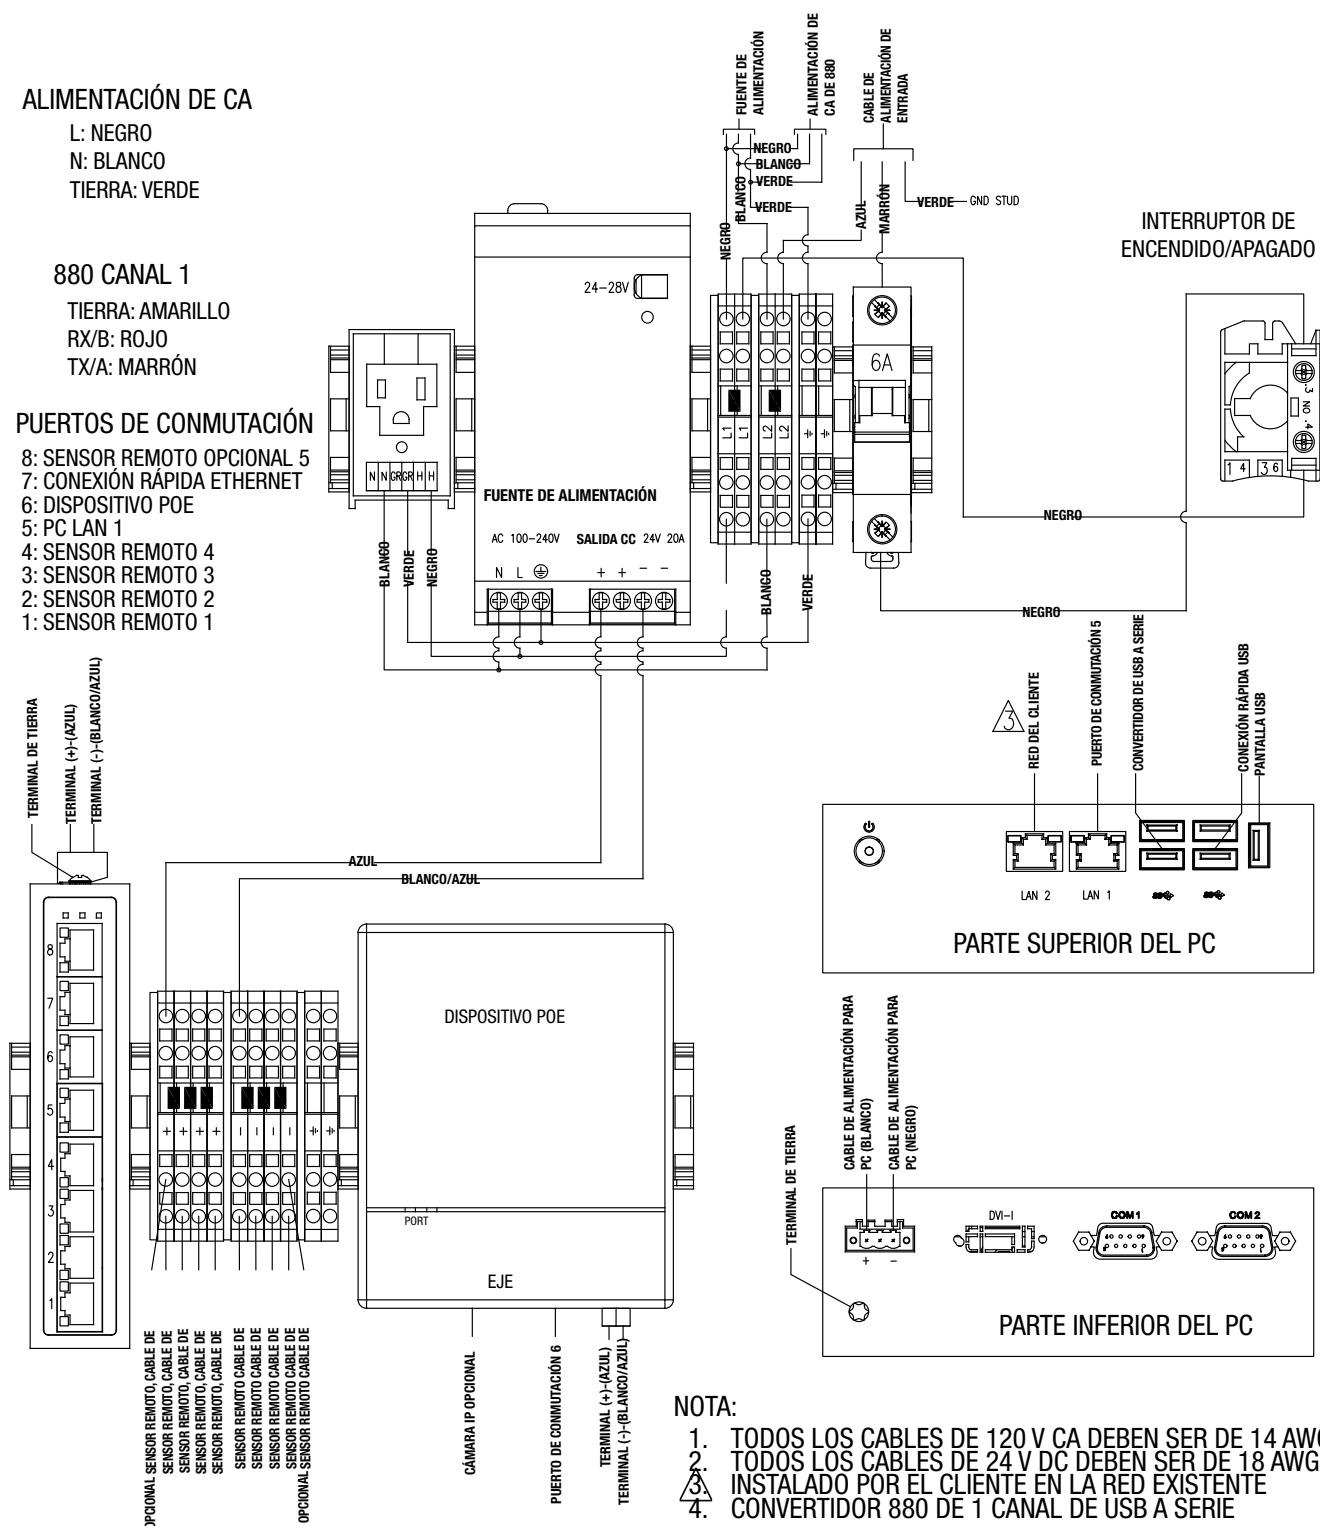
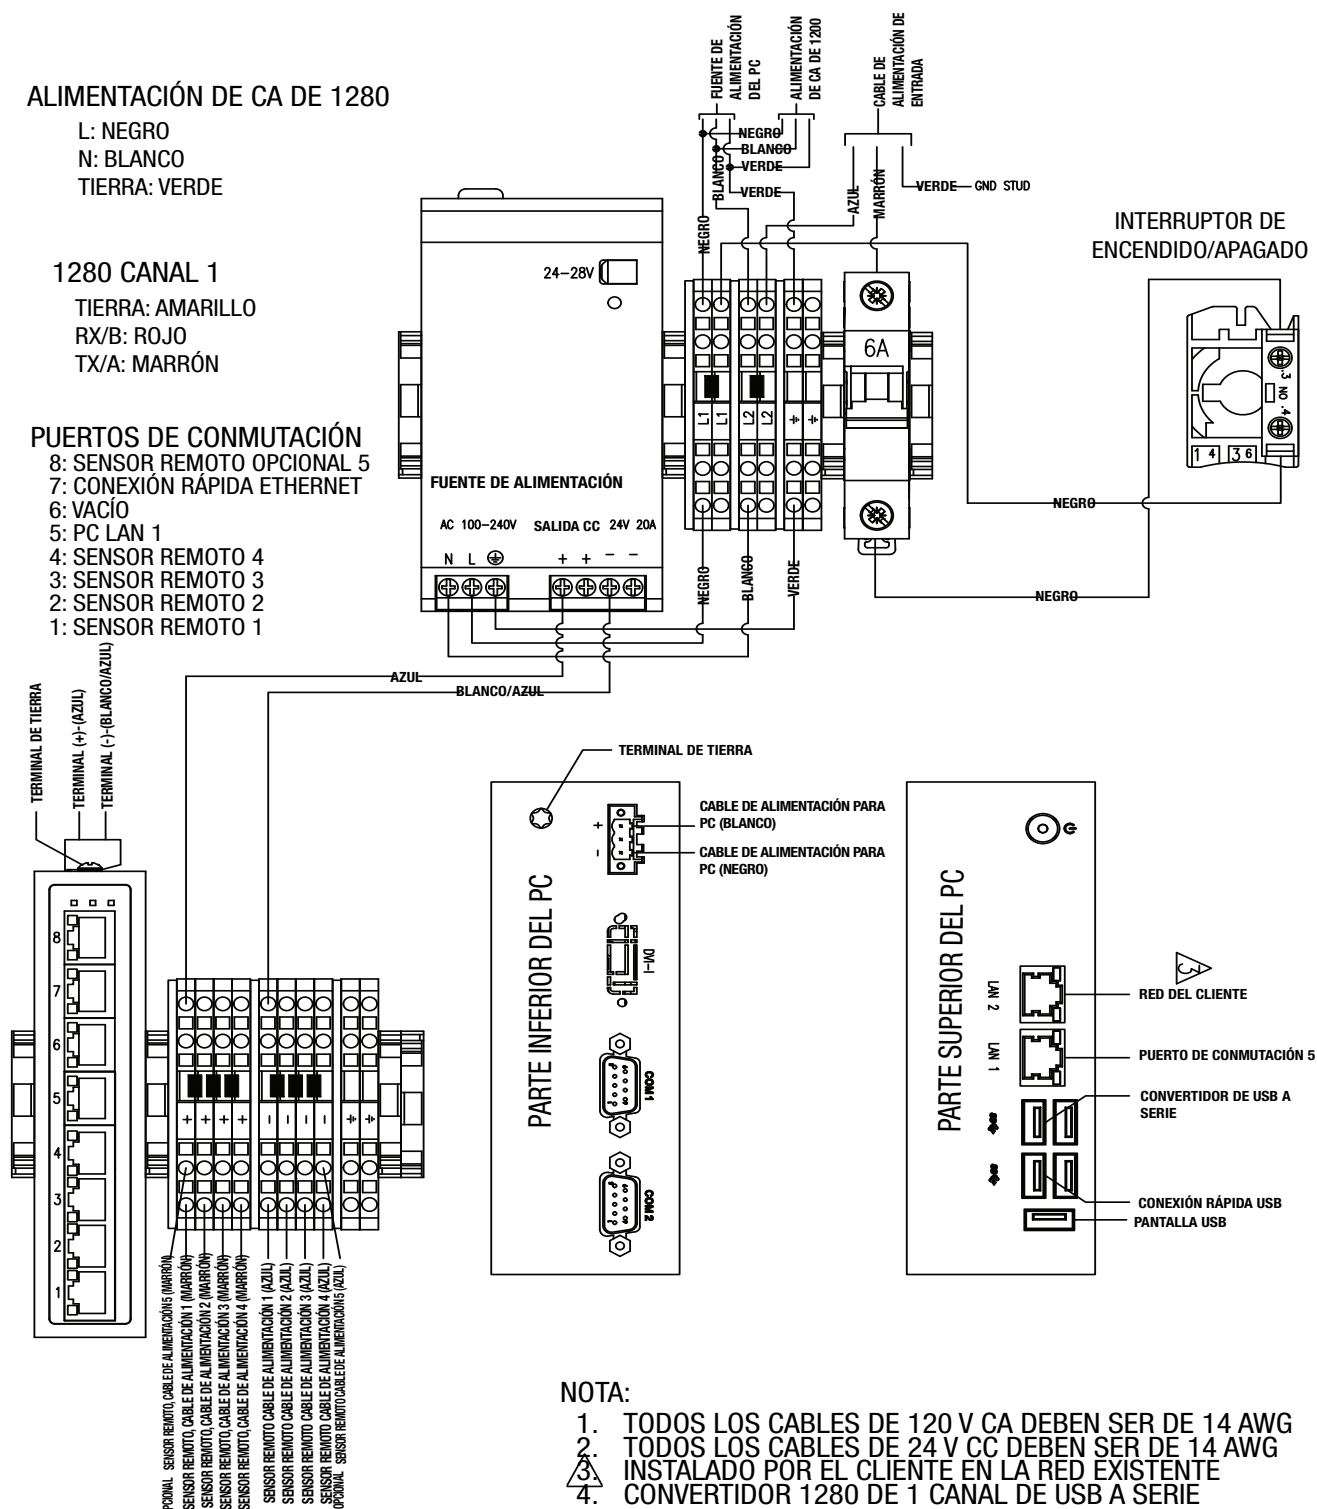

Figura 3-20. Diagrama de cableado 880
Figura 3-21. Diagrama de cableado 1280
8. Desmonte y conecte el cable "homerun" de la báscula SUMMIT 3000 al visor (Figura 3-20 para el visor 880 y Figura 3-21 en la página 27 para el visor 1280).